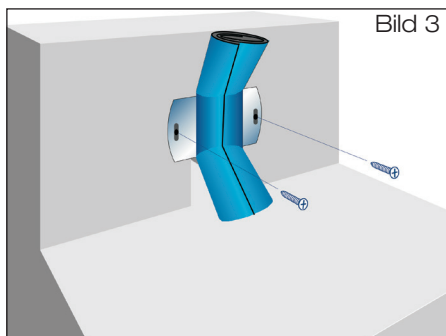

Bild 3
- 1.4 Schiebeflansch (mit zusammengerollter Anschlussmanschette) mittels Schlitzschaubenzieher befestigen (Bild 3).